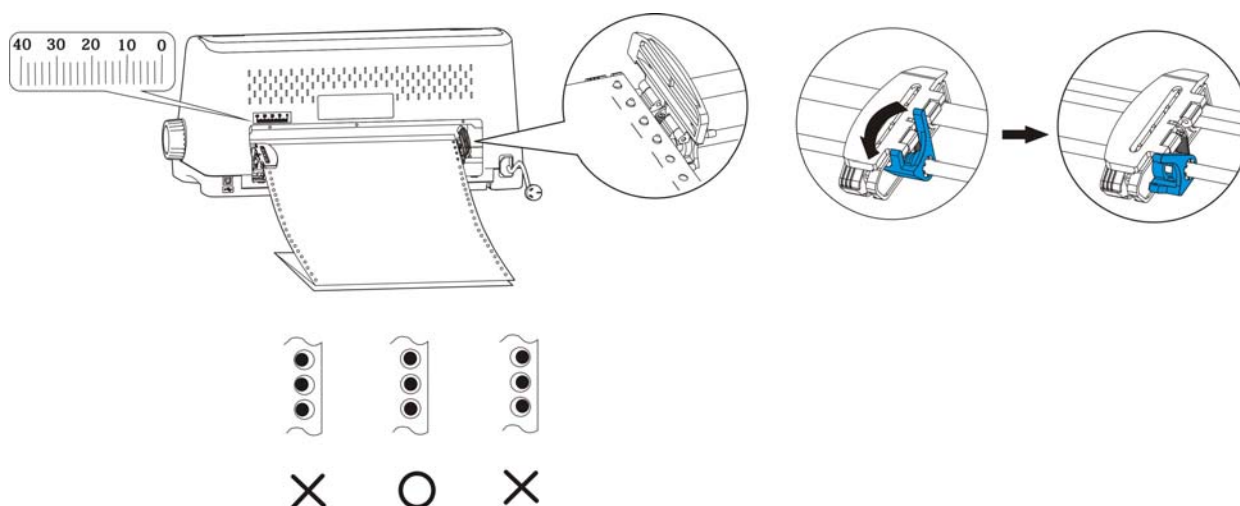

图 3-10 调整连续纸位置
请将连续纸的顶端对齐拖纸器的边沿（如图 3-10 所示）。
5. 合上左、右拖纸器的压盖，然后移动右拖纸器把纸拉平，再按下链轮锁定杆将其锁定（如图 3-10 所示）。